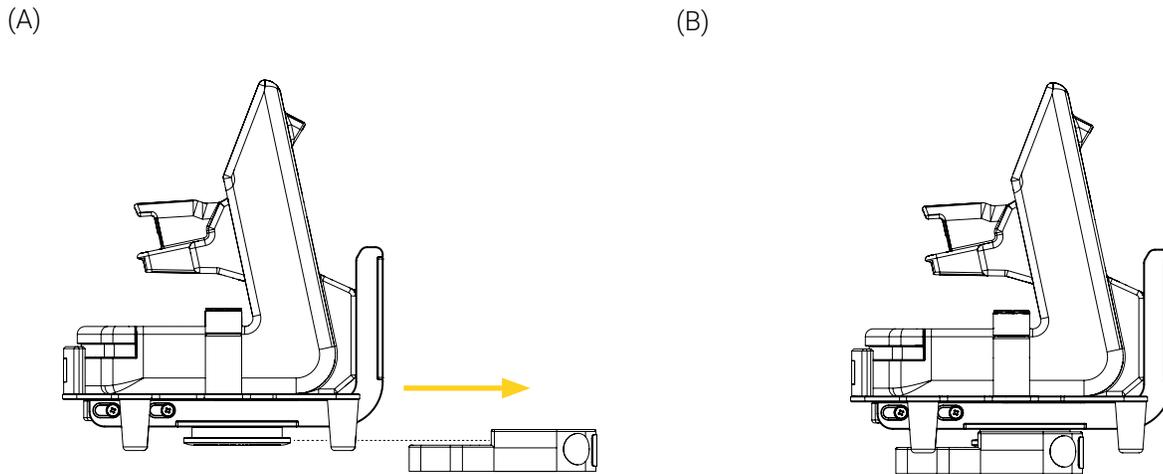
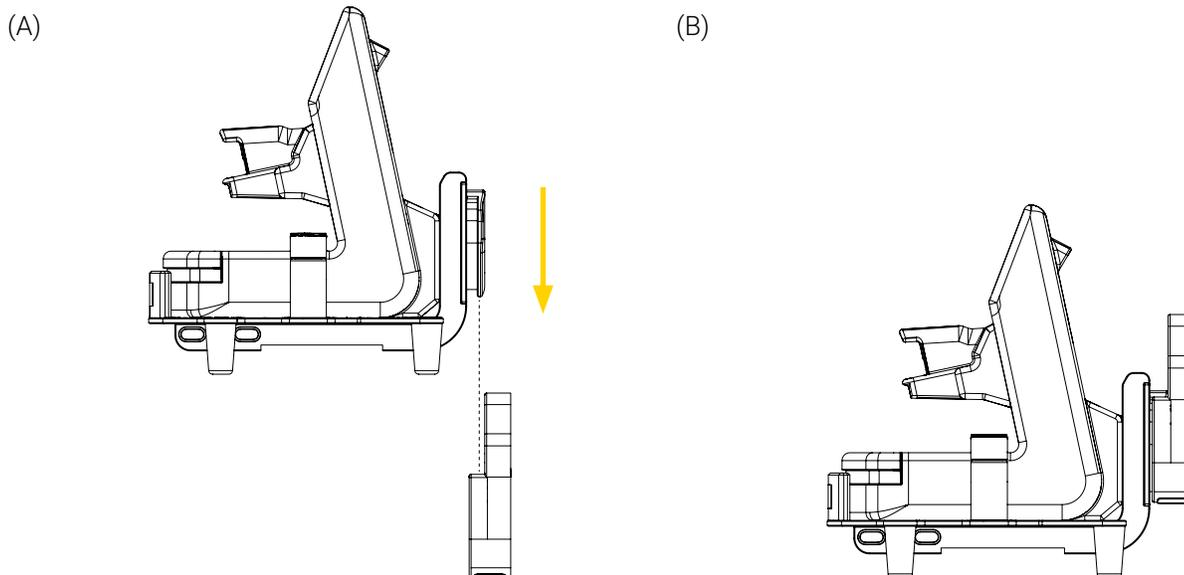

Figure 13: Installation du support de fixation avec micro disque inférieur dans la Micro Base
Figure 14: Installation du support de fixation avec micro disque antirotation arrière dans la Micro Base
1. Aligner et insérer le micro disque horizontalement (Figure 13) ou le micro disque antirotation verticalement (Figure 14) dans la micro base, en veillant à ne pas coincer la tubulure de l'appareil médical.